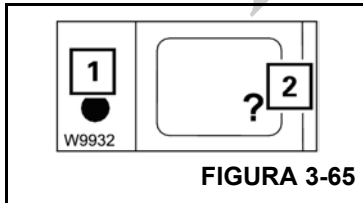

FIGURA 3-65
Para determinar qual é o erro, é preciso abrir o submenu de Erros pressionando uma vez o botão ? (2) (Figura 3-65). O botão apenas se ativa quando a lâmpada (1) pisca ou acende.